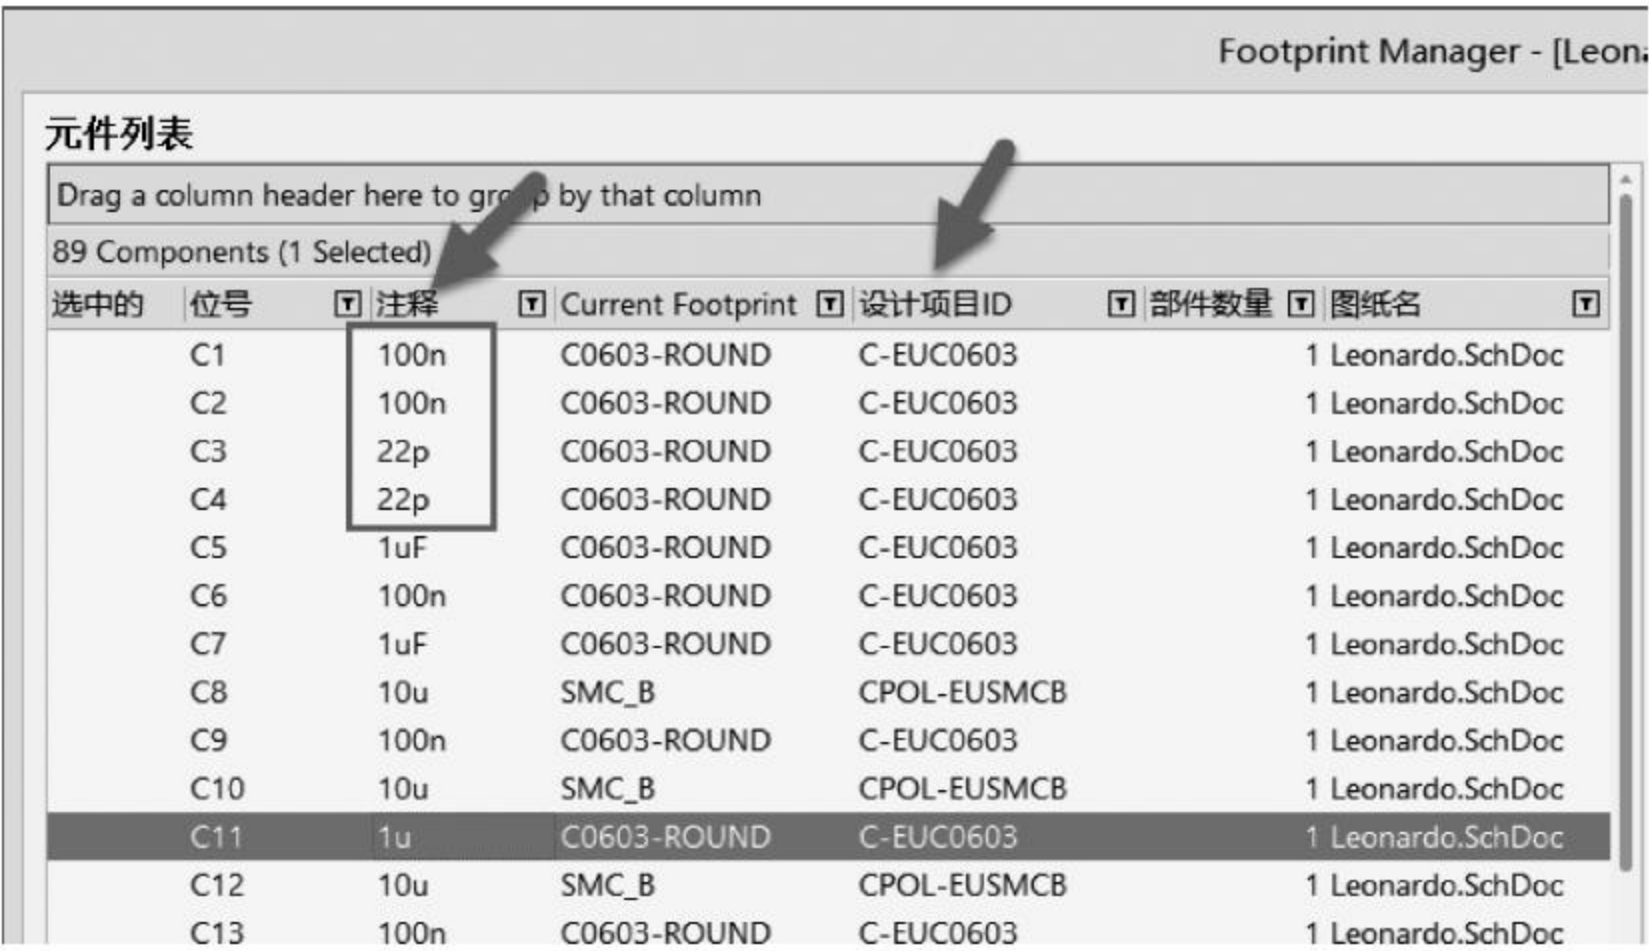

图 3-68 封装管理器筛选功能的使用
(3) 封装管理器不仅可以为单个元件添加封装,还可以同时对多个元件进行封装的添加、删除、编辑等操作。此外,还可以通过“注释”等值筛选,局部或全局更改封装名,如图 3-68 所示。